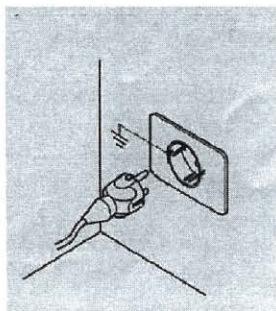

Рисунок 12. Вмикання котла
- підключіть котел до розетки, яка заземлена (Рисунок 12);